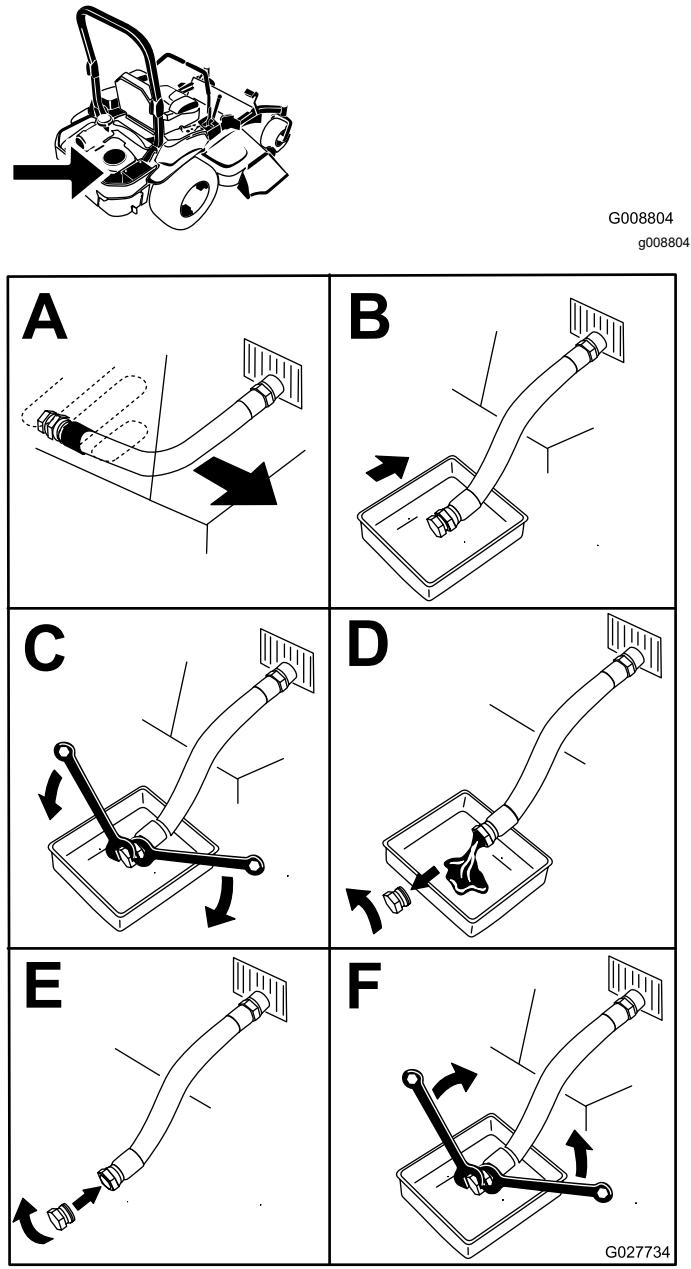

Figure 62
5. Vidangez l'huile moteur (Figure 62).